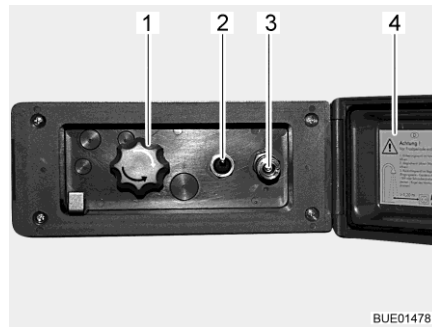

Fig. 178 Conexión de ducha exterior
- Desbloquear y abrir la tapa (Fig. 178,4).
- Conectar la manguera de la ducha exterior al cierre rápido (Fig. 178,3).
- Encender la bomba de agua con el interruptor (Fig. 178,2).
- Ajustar la temperatura del agua con el botón giratorio (Fig. 178,1) según se desee.
- Apagar la bomba de agua con el interruptor (Fig. 178,2).
- Cerrar la tapa (Fig. 178,4) y bloquearla con la llave.
- Poner el botón giratorio (Fig. 178,1) en la posición central.